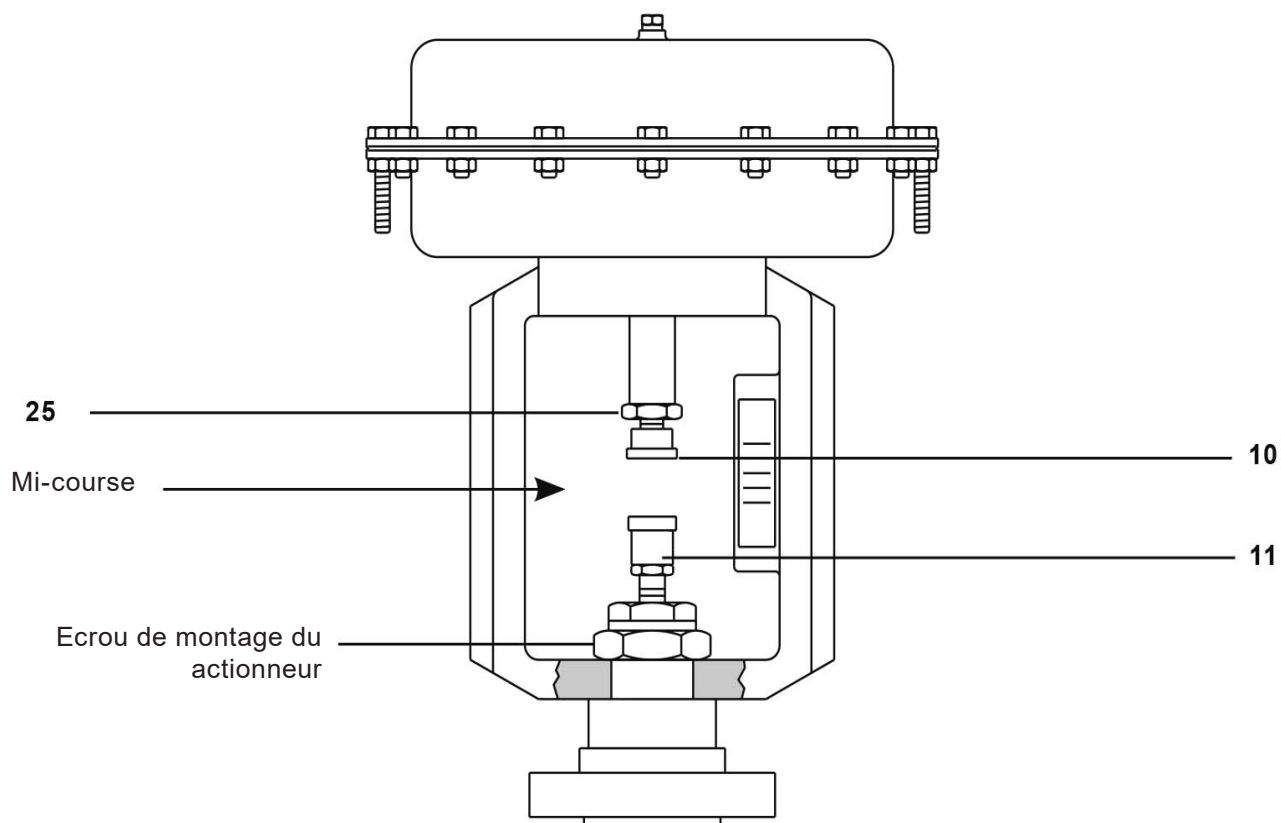

Fig. 4
3.2 Montage de l'actionneur PN9100E, PN9200E ou PN9300E sur la vanne (Fig. 4 et 5) :
- Appliquer la pression nécessaire pour mettre la tige en position mi-course (Fig. 4). Placer l'arcade de actionneur au-dessus de la tige de vanne et la positionner sur l'épaule du chapeau. Serrer à la main l'écrou de montage.
- Relâcher avec précaution le signal d'air de contrôle.. Placer les clamps avant et arrière (**13** et **14**) autour de l'adaptateur comme montré sur la Fig. 4.